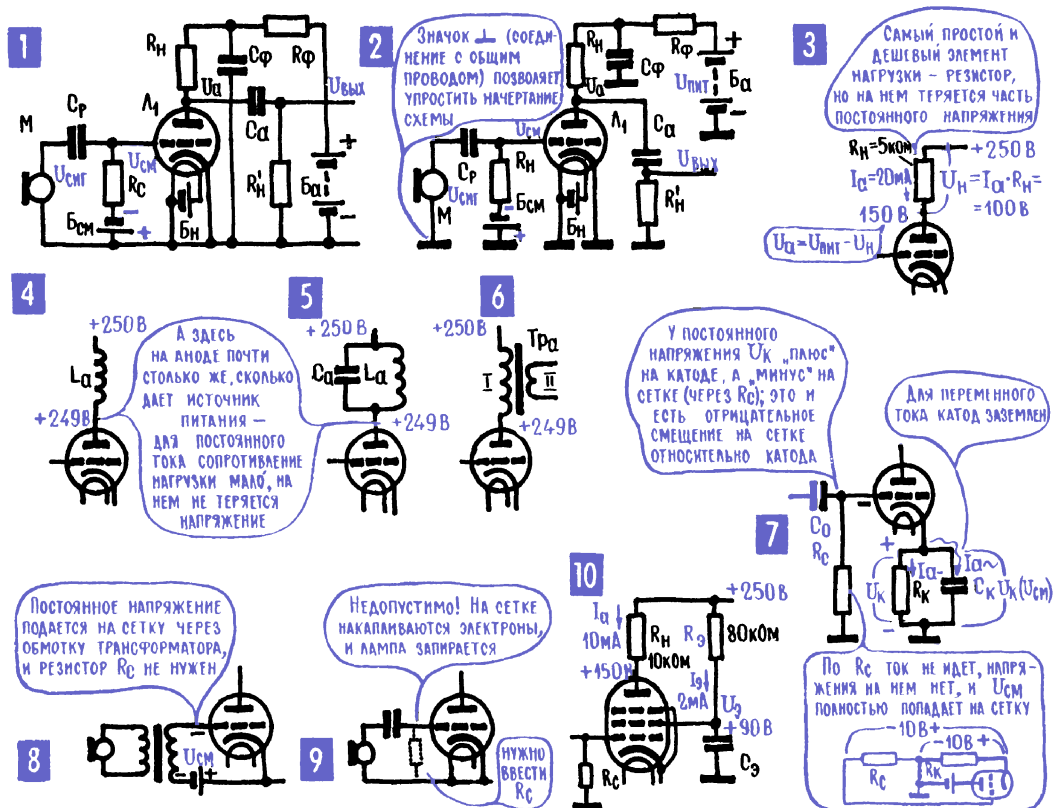

Рис. 10.9. Усилительные каскады на электронных лампах
15. Электронные схемы получаются такими, что многие элементы присоединяются к общему проводу. Но сначала несколько слов об одном графическом приеме: на схеме упрощенно показывают присоединение многих элементов к одному и тому же проводу, используя условное обозначение «соединение с металлическим корпусом, с шасси» (рис. 10.9; 1, 2). Когда-то электронные схемы, особенно ламповые, действительно собирали на металлическом шасси, и оно служило общим проводом для соединения многих элементов. И хотя теперь металлическое шасси встретишь редко, знак этот все же остался, и понимать его нужно так: «соединение с общим проводом». Такой знак очень удобен, он позволяет упростить чертеж, избавиться от многих длинных соединительных линий.
16. Типичный усилительный каскад на триоде. На рис. 10.9; 1, 2 показана схема типичного усилительного каскада на трехэлектродной лампе. Катод лампы заземлен, то есть подключен к общему проводу, и, значит, любая заземленная точка схемы соединена с катодом через этот общий провод. Так, например, через землю, через общий провод, подключен к катоду «минус» анодной батареи и «плюс» батареи смещения. При этом на сетку относительно земли, то есть относительно катода, подается «минус», а на анод — «плюс». Чтобы переменная составляющая анодного тока не попада-
На рис. 10.9; 4, 5 показано, что роль анодной нагрузки могут выполнять катушки индуктивности L_a и колебательный контур $L_a C_a$. Важное достоинство этих схем: на нагрузке не теряется постоянное напряжение, как на резисторе (рис. 10.9; 3), и в то же время катушка и контур могут представлять достаточно большое сопротивление для переменной составляющей анодного тока. То же достоинство имеет включение нагрузки в анодную цепь через трансформатор (рис. 10.9; 6).
Примеры двух последних операций можно увидеть на рис. 10.9; 7. Здесь в катодную цепь лампы включен резистор R_k , зашунтированный конденсатором C_k . Емкость этого конденсатора выбирается с таким расчетом, чтобы для переменной составляющей анодного тока его емкостное сопротивление x_c (гл. 6; 14) было во много раз меньше, чем R_k . В этом случае для переменной составляющей анодного тока I_{a-} катод просто заземлен. А вот постоянная составляющая I_{a+} через конденсатор, естественно, не
Резистор R_c , через который на сетку подается смещение, не нужен, если источник сигнала пропускает постоянный ток, как, например, обмотка микрофонного трансформатора. Но ни в коем случае нельзя допустить, чтобы сетка не соединялась с катодом по постоянному току. Потому что даже единичные электроны, попавшие на сетку, в этом случае будут накапливаться (им просто некуда уйти) и постепенно создадут на сетке такой большой «минус», что лампа сама по себе полностью запрется, анодный ток прекратится (рис. 10.9; 9). Резистор R_c называют резистором утечки: попавшие на сетку электроны стекают с нее через R_c .
18. На резисторе не может теряться напряжение, если по нему не идет ток. Схема на рис. 10.9; 7 дает повод подумать об одной типичной ошибке при оценке напряжений в той или иной точке сложной электрической цепи. Сопротивление резистора R_k обычно 0,1–1 кОм, сопротивление R_c чаще всего 0,1–1 МОм, то есть в тысячу раз больше, чем R_k . И вот эта огромная разница, бывает, наводит на сомнения: а не потеряется ли на R_c напряжение смещения $U_{см}$ по пути от катода к сетке? Ответ очень определенный: не потеряется. Напряжение, теряемое на том или ином резисторе, определяется током, который по нему идет, а по R_c практически ток не идет (точнее, идет чрезвычайно малый ток, доли микроампера – его создают случайные электроны, попадающие на сетку, несмотря на «минус» на ней). Во всяком случае, большой анодный ток I_a замыкается только по R_k и в R_c не попадает. Вывод: напряжение на самом R_c практически равно нулю, и $U_{см}$ полностью достается участку сетка–катод.